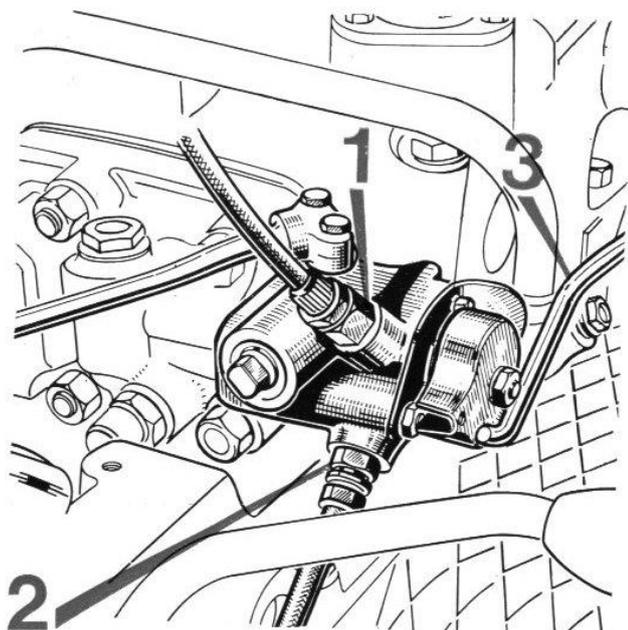

FIG. 66
**a) branchement simple effet (fig. 66) :**